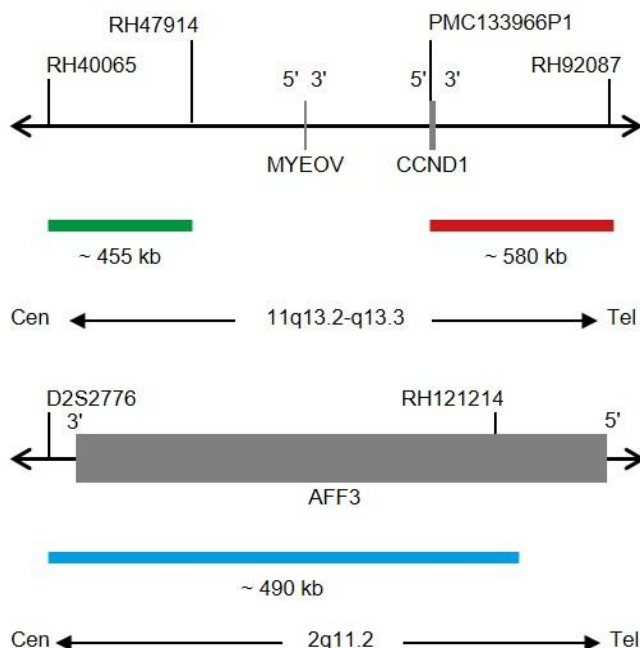

Fig. 1 : En haut : Carte de la sonde SPEC CCND1 ; En bas : Carte de la sonde SPEC 2q11 (pas à l'échelle)
- Polynucléotides marqués au ZyGreen (excitation 503 nm/émission 528 nm) (~10 ng/ μ l), qui ciblent une séquence de 11q13.2-q13.3* (chr11:68,249,010-68,705,283) proximale de la région des points de rupture de CCND1 (voir figure 1).
- Polynucléotides marqués au ZyRed (excitation 580 nm/émission 599 nm) (~4,5 ng/ μ l), qui ciblent une séquence de 11q13.3* (chr11:69,453,301-70,031,240) distale de la région des points de rupture de CCND1 (voir figure 1).
- Polynucléotides marqués au ZyBlue (excitation 418 nm/émission 467 nm) (~37 ng/ μ l), qui ciblent une séquence de 2q11.2* (chr2:100,132,806-100,621,725) (voir figure 1).